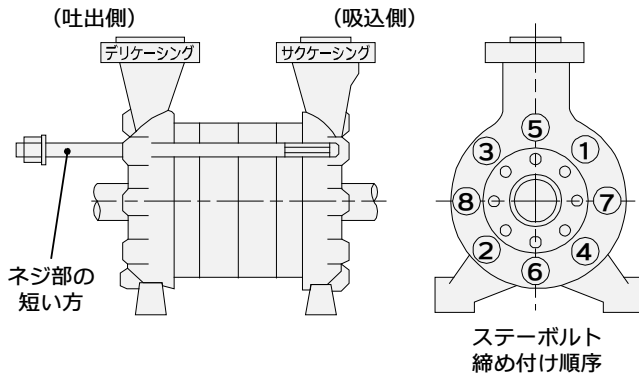

図 5.2-1 ステーボルトの締め付け
(1) 部品の有無、数量(取り替え部品、再使用部品、配管および付属部品)を確認してください。
(2) シャフト(2100)や各部品の摺動面には焼付防止剤を薄く塗布してください。
(3) ステーボルト(9050)の締め付け方は図5.2-1に従い、対角に、2～3回に分けて均等に締め付けてください。締め付けトルクについては表5-1を参照ください。